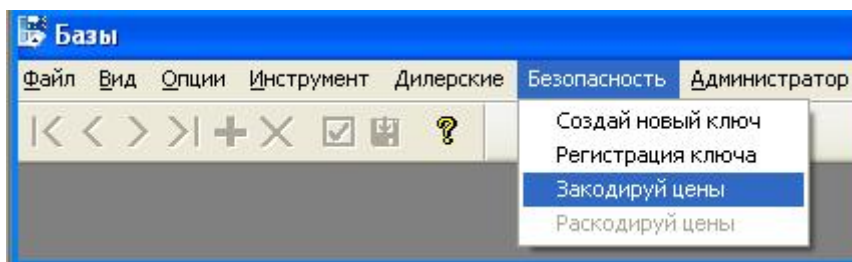

Рисунок 60. Зашифровать цены
- - **Зашифровать цены** (рис. 60) – параметр позволяет зашифровать базу.